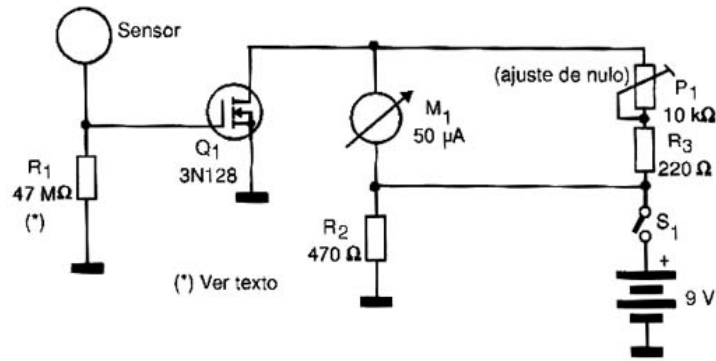

Figura 14: Circuito do eletroscópio.
- **ELETROSCÓPIO:** O circuito mostrado na figura 14 é de um simples eletroscópio eletrônico que pode ser usado com vantagem nas aulas de física substituindo o tradicional eletroscópio de folhas de ouro.